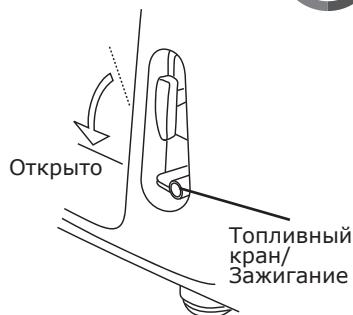

Рис. 8
- Топливный кран конструктивно выполнен в одном корпусе с выключателем зажигания, поэтому при открытии топливного крана одновременно включится зажигание двигателя установки (рис. 8).
- закройте топливный кран, который конструктивно выполнен в одном корпусе с выключателем зажигания, поэтому при закрытии топливного крана одновременно выключится зажигание двигателя установки и двигатель остановится. Рис. 8.